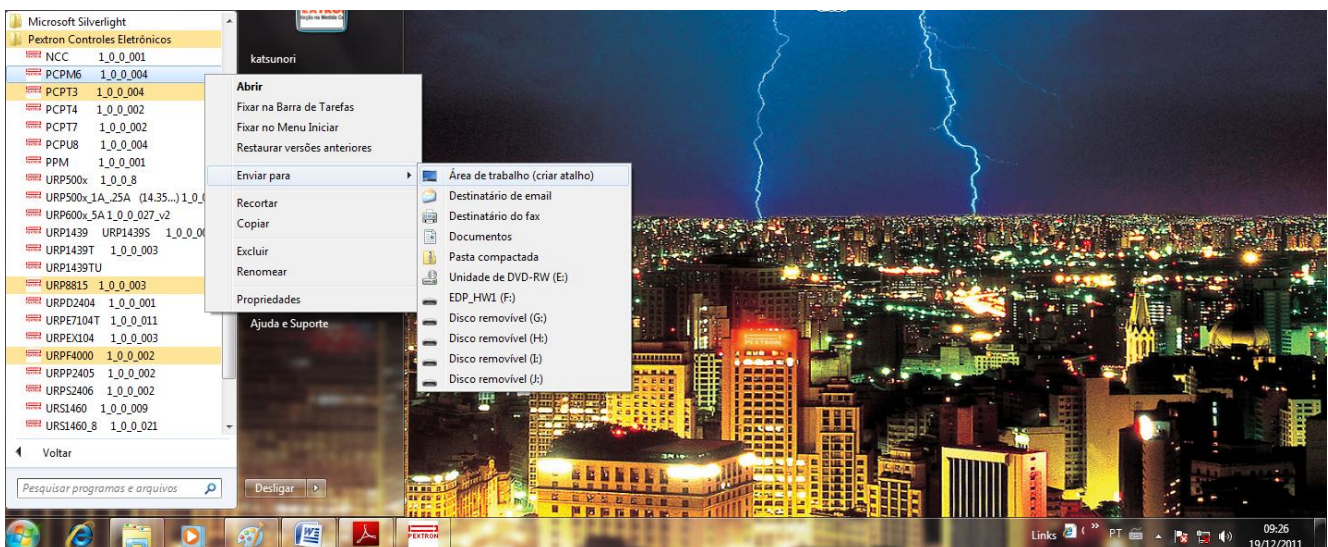

Figura 4: Atalho
e) Criar atalho na área de trabalho para o programa aplicativo. Acessar através do caminho no Windows: < Iniciar > < Todos os programas > < Pextron Controles Eletrônicos > < PCPM6 1\_0\_0\_004 > < Enviar para > < Área de trabalho (criar atalho) >. Ver figura 4.